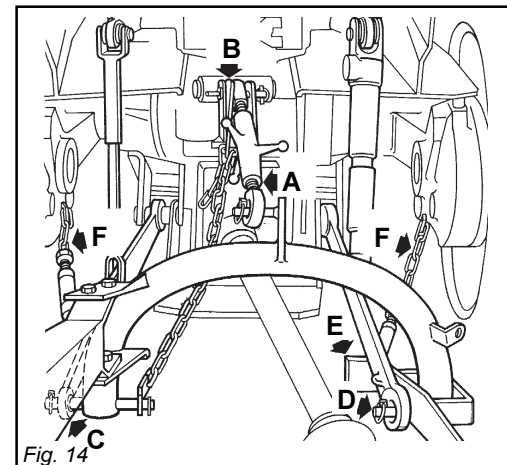
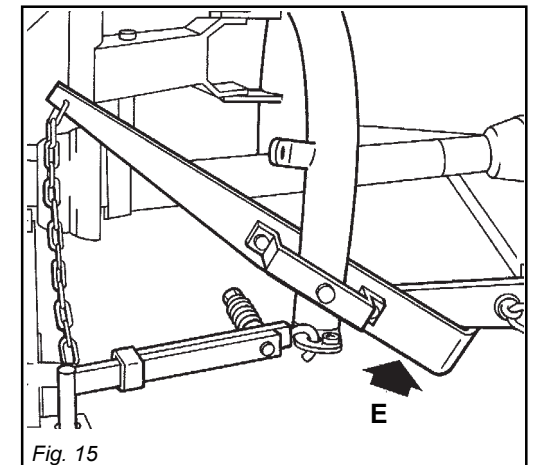

Fig. 14
Fig. 15
- 1 - Collegare il terzo punto superiore ed effettuare una corretta regolazione con il tirante di regolazione (A, Fig. 14). La piastrina (B, Fig. 14) va posizionata alla sinistra del tirante, solidale sulla stessa spina. La spina va bloccata con l'apposita copiglia.
- 2 - Agganciare le barre del sollevatore sui perni predisposti (C e D, Fig. 14). Il braccio di sollevamento (E, Fig. 15) deve essere posizionato sotto il braccio del trattore. Bloccare con le copiglie a scatto.
- 3 - Mediante gli appositi tiranti (F, Fig. 14) bloccare le barre parallelamente al trattore. Quest'ultimo accorgimento deve essere messo in atto per evitare qualsiasi spostamento, in senso orizzontale, della falciatrice.
- 1 - Connect the upper third-point and correctly regulate by means of the adjuster (A, Fig. 14). Place plate (B, Fig. 14) at the left side of the hitch integral with the same pin. Lock in place with the snap-in split pins.
- 2 - Hook the oscillating arms of the tractor to pins (C and D, Fig. 14). The hoisting arm (E, Fig. 15) must be fixed underneath the tractor arm. Lock in place with the snap-in split pins.
- 3 - Lock the lift links using the relative chains (F, Fig. 14) and couplings parallel to the tractor. This operation must be carried out to prevent the machine from moving in a horizontal direction.
- 1 - Den oberen Kupplungspunkt anschließen und den oberen Lenker (A, Abb. 14) korrekt einstellen. Das Plättchen (B, Abb. 14) soll an der linken Seite des Oberlenkers, beim Traktor auf den gleichen Bolzen eingesteckt sein. Mit dem einrastenden Splint blockieren.
- 2 - Die zwei Traktorunterlenker auf den Bolzen (C und D, Abb. 14) des Mähwerkes einstecken. Der Hebearm (E, Abb. 15) muss unter den Traktorunterlenker angebracht werden. Mit dem einrastenden Splint blockieren.
- 3 - Die Lenker (F, Abb. 14) des Krafthebers mit den Stabilisierungsketten und Spannvorrichtungen des Schleppers parallel zum Schlepper blockieren. Dieser Vorgang ist auch bei Straßenfahrten erforderlich, damit das Gerät nicht seitlich ausschwenkt.
- 1 - Reliez le troisième point supérieur et réglez correctement à l'aide du tirant (A, Fig. 14). Positionner la plaque (B, Fig. 14) à gauche du tirant solidaire sur la même cheville. Bloquez par les goupilles à encastrement.
- 2 - Accrocher les bras oscillants du tracteur sur les pivots (C et D, Fig. 14) de la faucheuse. Le bras de soulèvement (E, Fig. 15) doit être positionné sous le bras du tracteur. Bloquez par les goupilles à encastrement.
- 3 - Bloquez les barres du relevage avec les chaînes et les tendeurs (F, Fig. 14) parallèles sur le tracteur. Cette opération a pour but d'éviter tout débattement de la machine dans le sens horizontal.
- 1 - Conectar el tercer punto superior y efectuar una correcta regulación con el tirante (A, Fig. 14). Posicionar la chapa (B, Fig. 14) e la izquierda del tirante, solidario en el mismo pasador. Bloquear con los pasadores de resorte.
- 2 - Enganchar los brazos oscilantes del tractor en los pernos (C y D, Fig. 14). El brazo de levantamiento (E, Fig. 15) debe posicionarse debajo del brazo del tractor. Bloquear con los pasadores de resorte.
- 3 - Bloquear la barras del elevador con las respectivas cadenas y tensores (F, Fig. 14) paralelos en el tractor. Dicha operación es necesaria para evitar todo tipo de desplazamiento, en sentido horizontal, de la máquina.